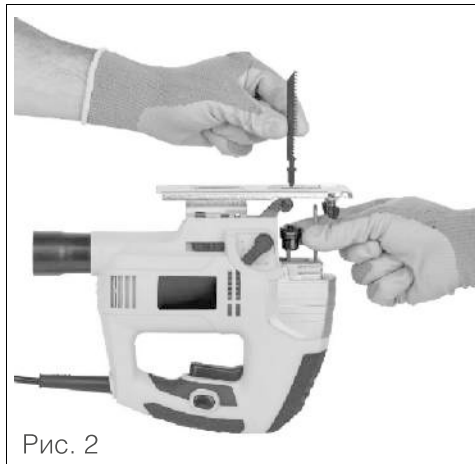

Рис. 2
7.2 Замена пильного полотна (Рис. 2)
Сдвиньте вверх рычаг держателя пильного полотна по направлению стрелки на Рис. 2 и вставьте пильное полотно в установочный паз с зубьями, направленными вперед. Убедитесь, что задняя кромка пильного полотна вставлена в его держатель и затем отпустите рычаг держателя пильного полотна.